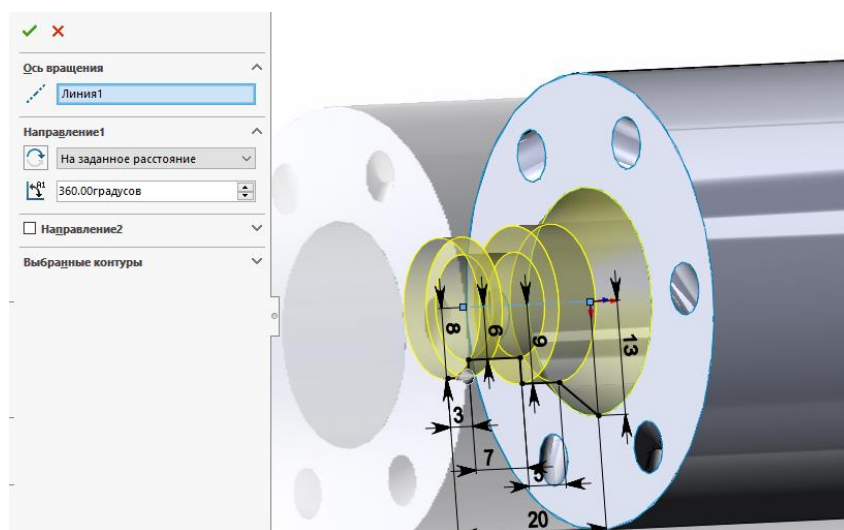

Рис. 11. Построение повернутой поверхности
13. Преобразуем эскизы в поверхности. Для этого используем инструмент **Повернутая поверхность** . Выделяем созданный эскиз и нажимаем галочку в верхней части панели  (рис. 11).